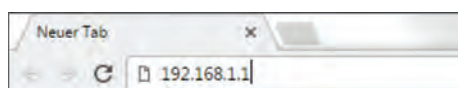
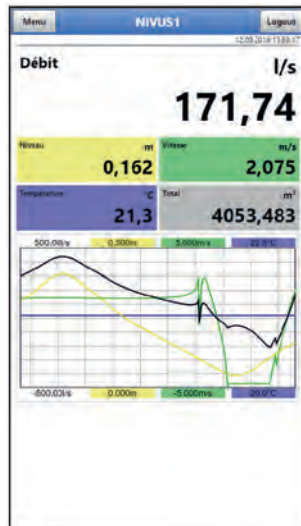

Fig. 29-25 Champ d'adresse
Fig. 29-26 Affichage écran NFM dans le navigateur
6. Entrez dans le champ d'adresse (Fig. 29-25) l'adresse IP « 192.168.1.1 » et ouvrez. Après une connexion réussie, l'écran du NivuFlow Mobile s'affiche (Fig. 29-26).